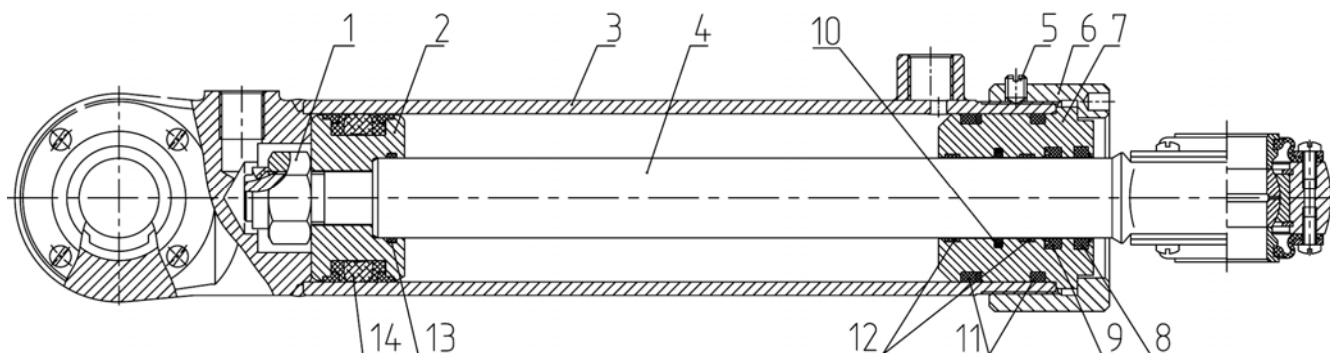

Рисунок 6.4 Гидроцилиндр
- 1) отверните винт (5) (**рисунок 6.4**);
- 2) отверните гайку накидную (6);
- 3) извлеките из корпуса цилиндра (3) шток (4) с поршнем (2) и передней крышкой (7);
- 4) разогните стопорные лунки на пояске гайки (1) и отверните гайку;
- 5) снимите поршень (2), переднюю крышку (7) и гайку накидную (6).